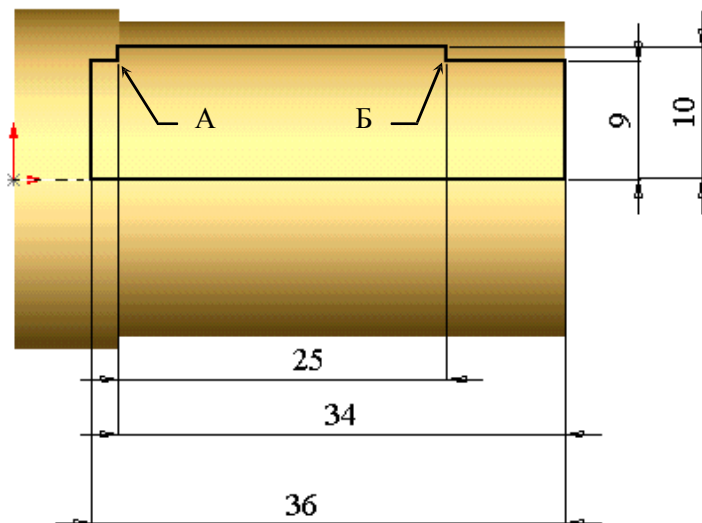

Рис. 3.3. Контур внутреннего отверстия
4. Используя инструменты ,  и , изобразить замкнутый контур (рис. 3.3).